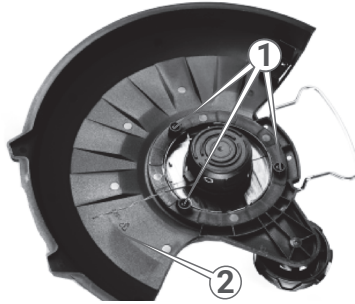

Рисунок 5. Схема розташування кріпильних отворів захисного кожуха.
1. Приєднати до тримера захисний кожух (2, рис. 5), для чого вставити його у відповідному місці.
2. Закріпити захисний кожух трьома гвинтами з комплекту постачання виробу (рис. 5).